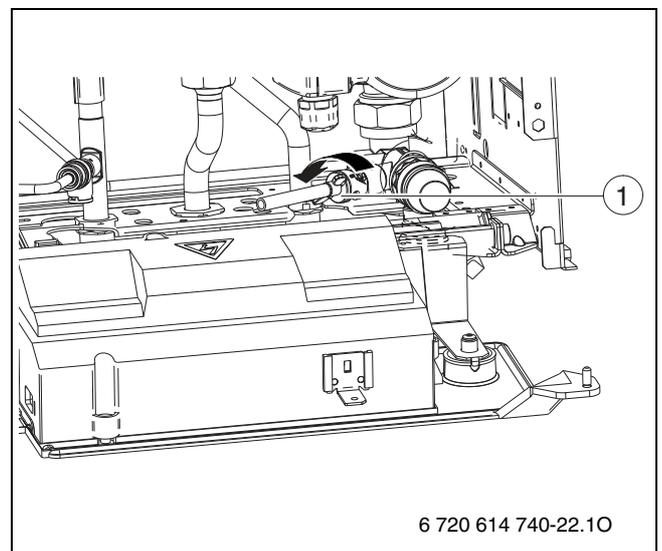

Рис. 38
- ▶ Открыть сливной кран (→ рис. 38, [1]) и слить воду из отопительного контура через присоединенный шланг.